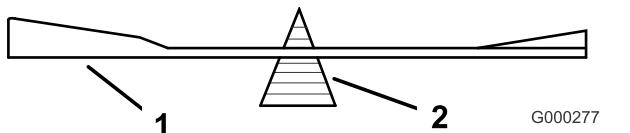

Figure 74
2. Vérifiez l'équilibre de la lame en la plaçant sur un équilibrEUR (Figure 74).